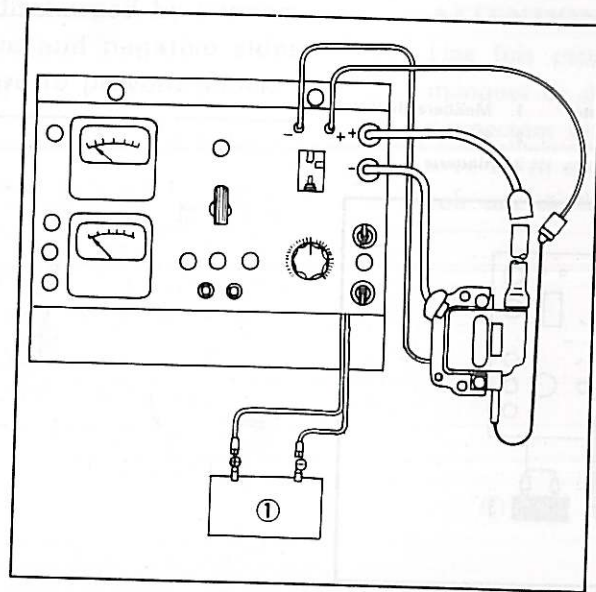

Fig. 6-2-3
- b. Connect Electro-Tester as shown. (Fig. 6-2-3)
- b. Raccorder l'Electrotesteur de la manière indiquée. (Fig. 6-2-3)
- b. Elektrotester wie gezeigt anschließen. (Fig. 6-2-3)